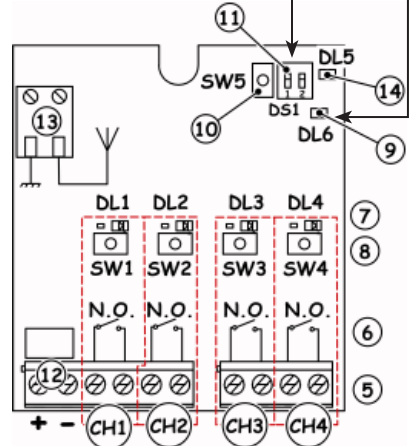

Fig. 1
4. Druk 1 seconde op de knop van de ontvanger (Fig.1 ref. ⑧) die hoort bij het kanaal waarmee u de radioafstandsbediening wilt associëren.
5. De bijbehorende led op de ontvanger (Fig.1 rif. ⑦) begint 5 sec. langzaam te knipperen.
7. De led op de kaart (Fig.1 ref. ⑦) blijft 1 seconde lang branden om vervolgens te doven, waarmee wordt aangegeven dat opslag heeft plaatsgevonden.
1. Om **ALLE** codes van de met de kanalen 1-2 of 3-4 geassocieerde afstandsbedieningen te wissen, hoeft enkel de knop bijbehorende knop (Fig.1 ref. ⑧) 10 sec. lang ingedrukt te worden gehouden. (BIJV.: OM ALLE MET DE KANALEN 1-2 GEASSOCIEERDE RADIOAFSTANDSBEDIENINGEN TE WISSEN, DRUKT U OP SW1 OF SW2).
2. De led die bij de ingedrukte knop hoort (Fig.1 ref. ⑦) knippert eerst 5 sec. normaal, om vervolgens 5 sec. sneller te knipperen.
Om de tijd te programmeren **moet in de eerste plaats dor middel van de dipschakelaar 2 de tijdeenheid worden gekozen** waarmee de kaart zal tellen (zie tabel fig. 1); druk vervolgens op toets SW5 (Fig.1 ref. ⑩) tot u de gekozen tijd bereikt (ledere keer dat de toets wordt ingedrukt licht de led DL6 even op). Wacht 5 sec., **zonder op enige toets te drukken**, tot de led DL6 3 seconden lang blijft branden. (Om de programmering te verlaten)